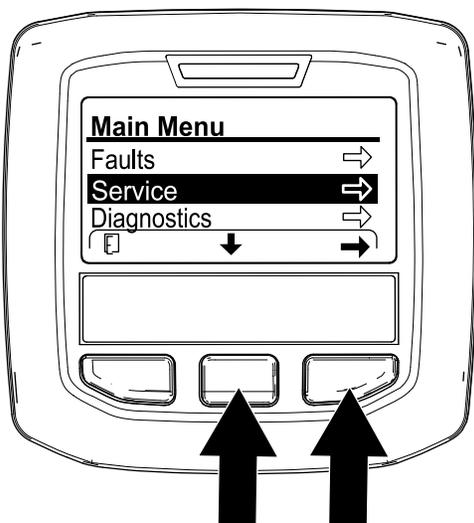

图 177
4. 在 InfoCenter 信息中心内导航至 MAIN MENU 主菜单 图 177。